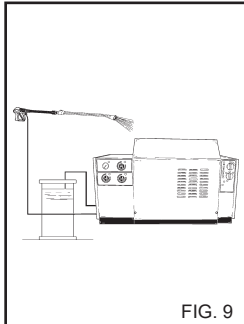

FIG. 9
- 3) Efter brug med rengøringsmiddel, skal indtagskredsløbet skylles igennem; sæt sugeslangen for rengøringsmidlet (fig. 9) i en beholder med rent vand og lad pumpen køre i 1 minut med doseringshanen helt åben og spydet sat til levering af rengøringsmiddel. Gentag indgrebet ved først at indstille vælgeren for rengøringsmiddel i pos. "1" og herefter i pos. "2".
- 5) Efter brug med rengøringsmiddel, skal indtagskredsløbet skylles igennem; sæt sugeslangen for rengøringsmidlet (fig. 9) i en beholder med rent vand og lad pumpen køre i 1 minut med doseringshanen helt åben og spydet sat til levering af rengøringsmiddel. Gentag indgrebet ved først at indstille vælgeren for rengøringsmiddel i pos. "1" og herefter i pos. "2".